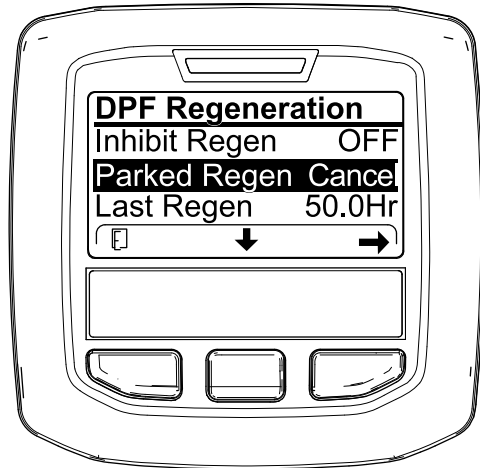
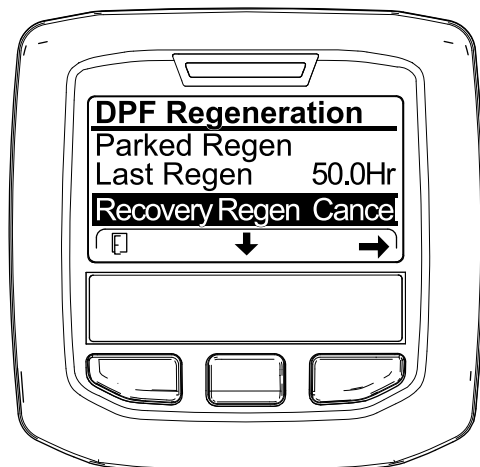

Figura 67
Figura 68
1. Acceda al menú DPF Regeneration (Regeneración de DPF) (Figura 67).
2. Pulse el botón central para desplazarse hacia abajo, hasta la opción PARKED REGEN CANCEL (Cancelación de regeneración con máquina aparcada) (Figura 67) o la opción RECOVERY REGEN CANCEL (Cancelación de regeneración de recuperación) (Figura 68).
3. Pulse el botón derecho para seleccionar la opción Regen Cancel (Cancelación de regeneración) (Figura 67 o Figura 68).